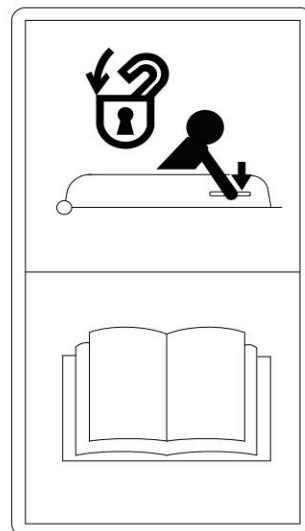

Figura 1-21
(20) Placa de identificação do travamento do capô do motor, conforme Figura 1-21.